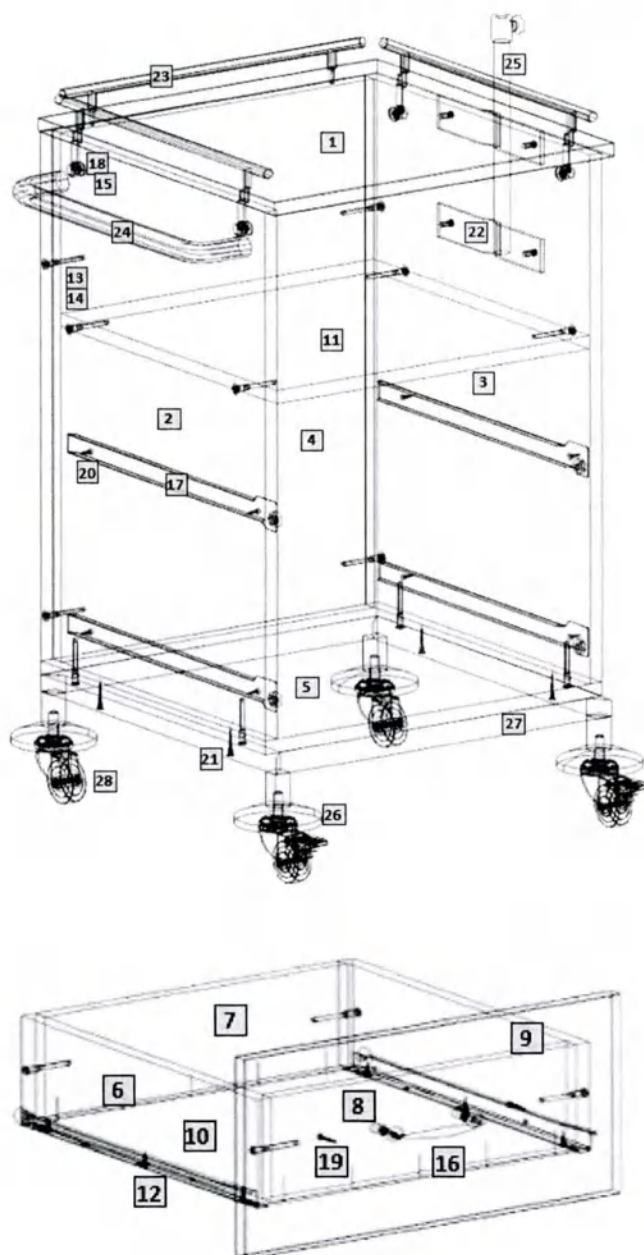

Рис.1
1) Внимательно ознакомьтесь со схемой сборки, изображённой на рис.1, сверяясь со спецификацией на изделие. Согласно схеме и спецификации определите расположение деталей в изделии и порядок их сборки. Сборка производится на ровном полу, укрытом материалом, предотвращающим повреждение покрытия пола и деталей мебели. Подготовьте необходимые для сборки инструменты – плоскую и крестовую отвёртки, молоток, рулетку или линейку.
2) На вертикальных боковых стенках (2 и 3) установите цилиндрические части эксцентриковых стяжек (18) в предназначенные для них отверстия; шурупами 4x16 (19) закрепите [- образные части роликовых направляющих (17). На крышке (6) установите штоки эксцентриковых стяжек (18).
3) Евровинтами (15), как показано на рис.1, соедините вертикальные стенки (2 и 3) с горизонтальной стенкой (5). Установите крышку (6). Затяжка соединения производится путём поворота стяжек эксцентриковых (18) до упора в направлении стрелки, выштампованной на корпусе стяжки. На видимые головки евровинтов (15) установите заглушки (16).
4) При помощи винтов 6,3x13 закрепите на боковых стенках тумбы держатель штатива (23) (при необходимости). Шурупами (20) соедините каркас собранной тумбы с металлическим каркасом (13). Установите топ (1).
5) Сборка ящиков. Евровинтами (15) соедините боковые стенки ящика (7,8) с передней и задней стенками (9,10). Дно ящика (12) закрепите к передним и задним стенкам (9,10) гвоздями (14). Установите роликами назад [- образные части направляющих (17) и закрепите их шурупами 4x16 (19). Шурупами 3.5x30 (20) закрепите фасад (11) к передней стенке ящика (10). Установите на фасад ящика ручку (22). Установите собранные ящики в корпус тумбы.
6) В металлический каркас (12) установить колеса (24) и бамперы 25 (при необходимости).
7) При необходимости установки штатива с держателем, установить штатив (26) в закрепленный на боковой стенке тумбы держатель (23).
1. Внимательно ознакомьтесь со схемой сборки, изображённой на рис.1, сверяясь со спецификацией на изделие. Согласно схеме и спецификации определите расположение деталей в изделии и порядок их сборки. Сборка производится на ровном полу, укрытом материалом, предотвращающим повреждение покрытия пола и деталей мебели. Подготовьте необходимые для сборки инструменты – плоскую и крестовую отвёртки, молоток, рулетку или линейку.
2. На вертикальных боковых стенках (2 и 3) установите цилиндрические части эксцентриковых стяжек (18) в предназначенные для них отверстия; шурупами 4x16 (20) закрепите L-образные части роликовых направляющих (17). На крышке (1) установите штоки эксцентриковых стяжек (18) и ограждения (23) (при необходимости).
3. Евровинтами (13), как показано на рис.1, соедините вертикальные стенки (2,3) с горизонтальными стенками (11, 5). Установите крышку (1). Затяжка соединения производится путём поворота эксцентриков до упора в направлении стрелки, выштампованной на корпусе стяжки. На видимые головки евровинтов установите заглушки (14).
4. При помощи винтов 6,3x13 закрепите на боковых стенках тумбы ручку для перемещения (при необходимости) и держатель (22) (при необходимости). Шурупами 4x35 (21) соедините каркас тумбы с металлическим основанием (27).
5. Сборка ящиков. Евровинтами (13) соедините боковые стенки ящика (6) с передней и задней стенками (7,8). Дно ящика (10) закрепите к передней и задней стенкам гвоздями (12). Установите роликами назад L-образные части направляющих (17) и закрепите их шурупами 4x16 (20). Шурупами 3,5x30 (19) закрепите фасад (9) к передней стенке ящика (8). Установите на фасад ящика (9) ручку (16). Установите собранные ящики в корпус тумбы.
6. В металлическое основание (27) установить колеса (28) и бамперы (26) (при необходимости).
7. При необходимости установки штатива с держателем, установить штатив (25) в закреплённый на боковой стенке тумбы держатель (22).